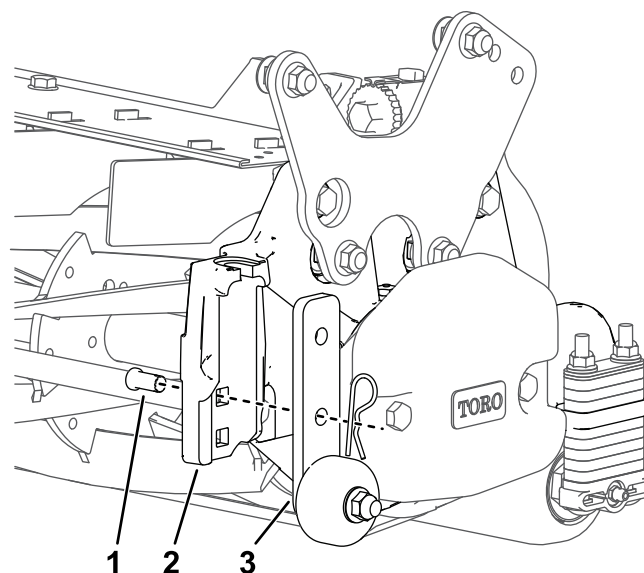

Figura 18
- Levante os suportes do rolo de oficina depois de a unidade de corte ser subida até à posição de funcionamento (Figura 18).